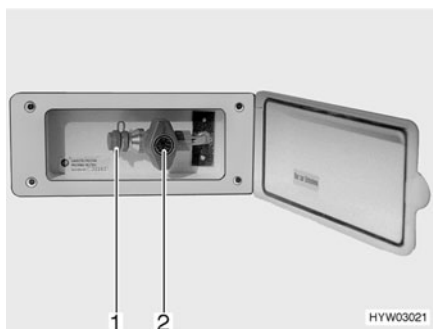

Fig. 92 Raccordement externe de gaz avec robinet d'arrêt de gaz fermé
Le raccordement externe de gaz (Fig. 92) se trouve, selon les modèles, à l'arrière ou sur le côté gauche ou droit du véhicule.
- Raccorder l'appareil à gaz externe sur le raccord (Fig. 92,1).
- Ouvrir le robinet d'arrêt de gaz (Fig. 92,2).